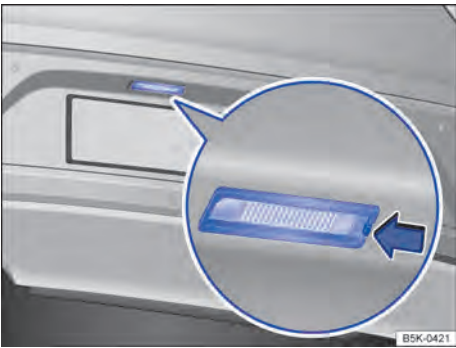

Fig. 210 No para-choque traseiro: lanterna da placa de licença.
2. Pressionar a lingueta da lanterna da placa de licença no sentido da seta → Fig. 210.